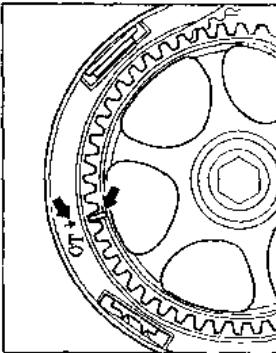

图 1-22 正时齿轮上的标记
① 断开点火开关，脱开蓄电池的搭铁线。
② 排空冷却液。
③ 拆下进气歧管的上部。
④ 拆下供油管、活性炭罐透气管的接头，拔下活性炭罐电磁阀上的软管。
⑤ 拆下带三元催化转化器的前排气管和岐管支架。拔出火花塞的插头。
⑥ 拆卸齿形皮带护罩。
⑦ 如图 1-22 所示，转动曲轴，使正时齿轮位于第 1 缸的上止点位置。正时齿轮上的标记与齿形皮带护罩上的标记对齐。松开张紧轮并取下正时齿轮上的齿形皮带。
⑧ 拆下正时齿轮。拆下凸轮轴上的平行键，拆下后齿形皮带护罩。